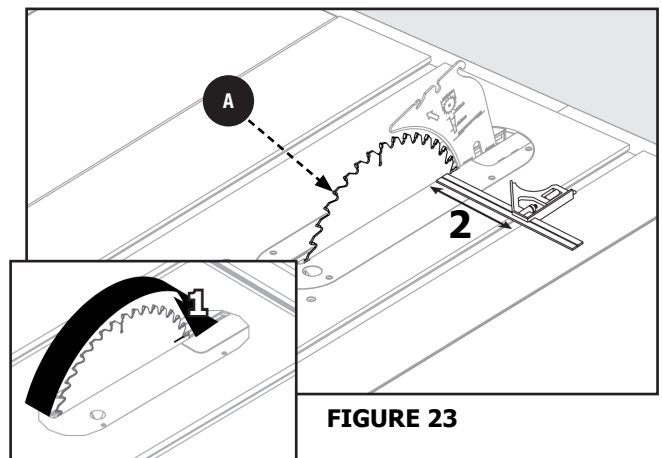

FIGURE 23
2. Faites tourner la lame **A** afin que la dent (1) marquée se retrouve à l'arrière. Déplacez l'équerre combinée à l'arrière et mesurez la distance à nouveau (2). Si les deux distances sont égales, la lame **A** est parallèle. Voir la Figure 23.